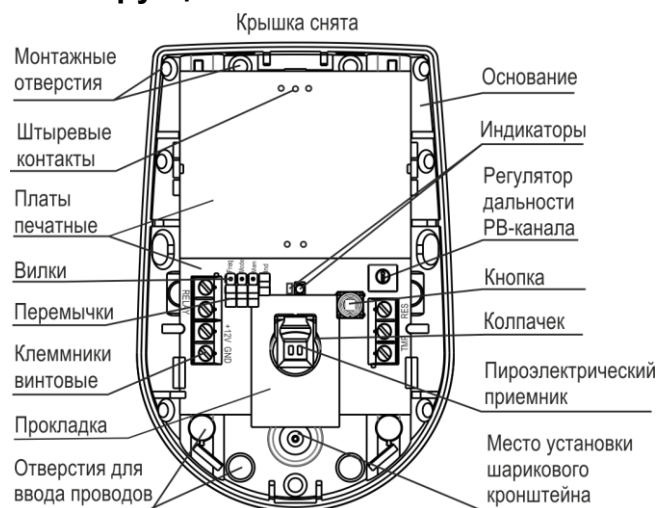

Рисунок 3
5.1 Конструктивно извещатель выполнен в виде блока, состоящего из основания и съемной крышки. Внутри блока смонтированы печатная плата с радиоэлементами, пироэлектрическим приемником и клеммниками винтовыми и плата радиоволнового датчика канала РВ (рисунок 3). Платы соединены между собой с помощью штыревых контактов.